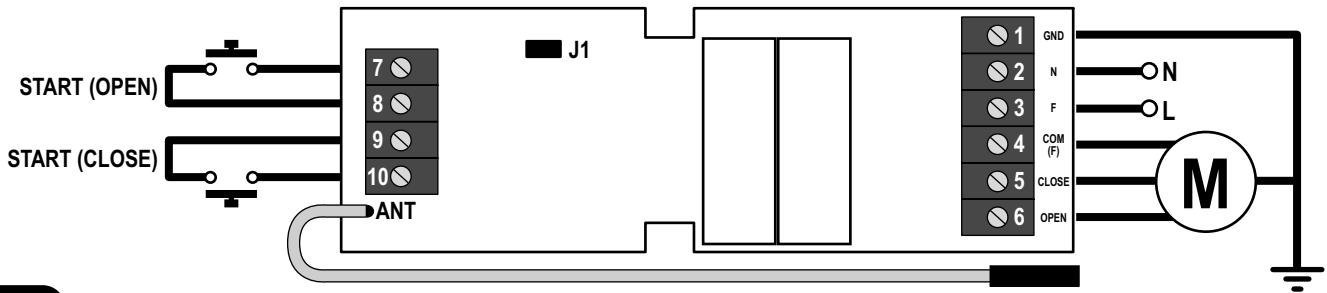

Fig.1
O quadro eléctrico está configurado para trabalhar com 2 botões (Fig. 1).
- Ligar o botão como indicado na Fig. 1.